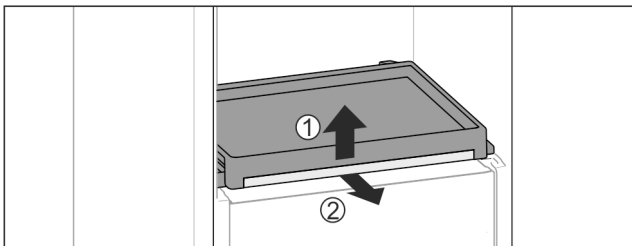

Fig. 42
- ▶ Sortir la bordure télescopique avec la tablette : Soulever légèrement la tablette par l'avant Fig. 42 (1) et la sortir vers l'avant Fig. 42 (2).